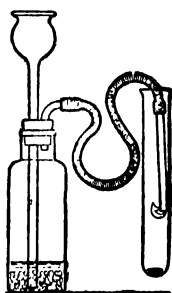

Рис. 40. Горение водорода в кислороде.
■ **Опыт 3.** Нагрейте в пробирке смесь бертолетовой соли с двуокисью марганца или несколько кристалликов марганцовокалиевой соли, выделяющей при нагревании кислород. Когда тлеющая лучинка будет вспыхивать у отверстия пробирки, опустите в неё на очень короткое время трубку (рис. 40), у конца которой горит пламя водорода (не забудьте *испытать чистоту водорода!*). Водород ярко горит в кислороде. На холодных стенках пробирки оседают капли воды. ■